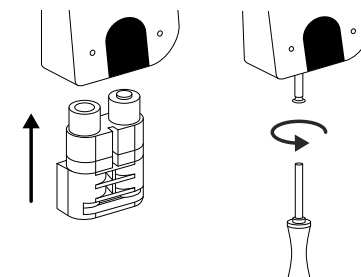

Abb. 5
⑤ Setzen Sie das Batteriefach wieder in das Gehäuse ein und schrauben Sie es fest (Abb. 5).